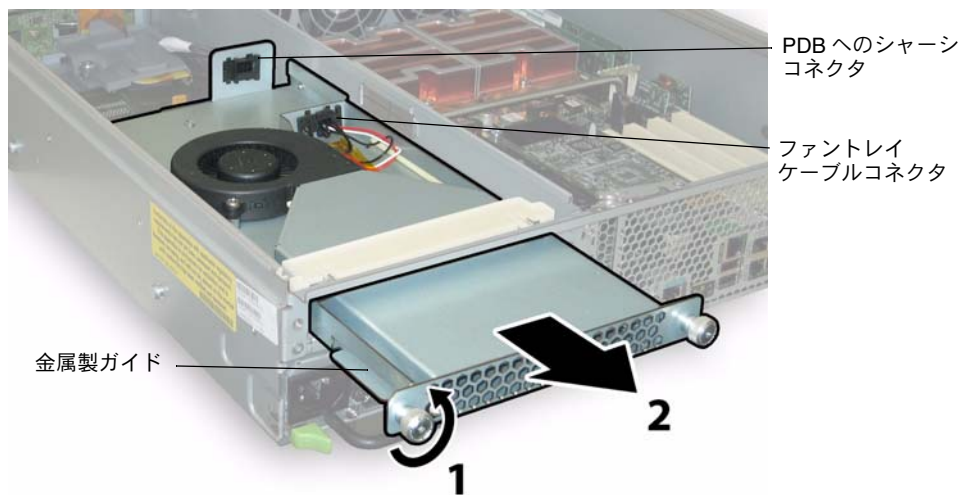

図 4-66 後面ファントレイの取り外し
1. サーバー背面から作業し、後面ファントレイ表面の 2 本のチョウネジを緩めます。図 4-66 を参照してください。
ご参考： 図 4-66 は、コンポーネントを確認できるようにカバーを外してサーバーを示します。実際の手順では、カバーを取り外さないでください。
ご参考： 新しい後面ファントレイを再び取り付ける場合は、ファントレイ側の金属製ガイドがシャーシベイ内のプラスチック製レールに均等に固定されるようにしてください（図 4-66 を参照してください）。